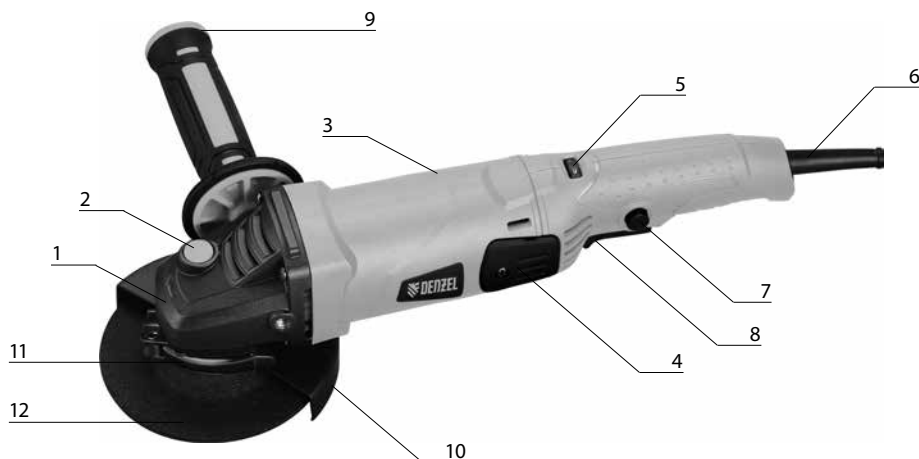

Рис. 1
- отвести в сторону рычаг 11 (рис. 1) фиксации кожуха, ослабив крепежный хомут;
Вкрутите рукоятку 9 (рис. 1) в резьбовое отверстие корпуса редуктора в удобное для работы положение.
При установке/снятии оснастки блокировка шпинделя осуществляется клавишей 2 (рис. 1), расположенной на корпусе редуктора. Блокировка шпинделя также может осуществляться с помощью гаечного ключа S17. Крепление оснастки на шпинделе осуществляется с помощью фланца и гайки, затягиваемой специальным ключом, поставляемым в комплекте. Оснастка с резьбовым посадочным отверстием M14 крепится непосредственно на резьбовом конце шпинделя.
Во избежание поломки машины и получения травм запрещается нажимать на кнопку блокировки шпинделя 2 (рис. 1) во время работы шлифовальной машины, а также до полной остановки шпинделя после выключения двигателя.
В зависимости от вида используемой оснастки, вида обрабатываемого материала и характера обработки можно выбрать оптимальную частоту вращения шпинделя машины. Выбор осуществляется с помощью регулятора 5 (рис. 1). Числа на кольце регулятора соответствуют положениям кольца и не указывают на конкретную частоту вращения, выраженную в оборотах в минуту. Большому числу соответствует большая частота вращения шпинделя и оснастки.
Для включения машины необходимо нажать клавишу выключателя 8 (рис. 1) при нажатой кнопке 7 (рис. 1).